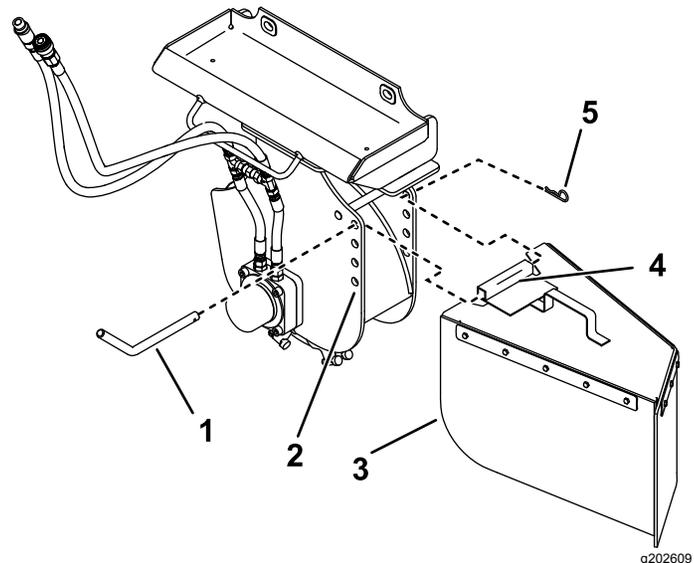

Bild 10
Das Auswurfblech der Stubbenfräse weist vier Befestigungslöcher für eine optimale Positionierung auf (Bild 10). Bewegen Sie das Schutzblech nach oben (in die oberen Löcher), wenn Sie in der Nähe des Bodens arbeiten oder nach unten (in die unteren Löcher), wenn Sie höhere Stumpen abarbeiten. Montieren Sie das Auswurfblech wie folgt:
- Positionieren Sie das Befestigungsrohr am Auswurfblech zwischen den beiden Löchern der Fräse (Bild 10).
- Schieben Sie den Schutzblechstift durch die Löcher in der Fräse und dem Befestigungsrohr (Bild 10).
- Befestigen Sie den Stift mit einem Splint (Bild 10).